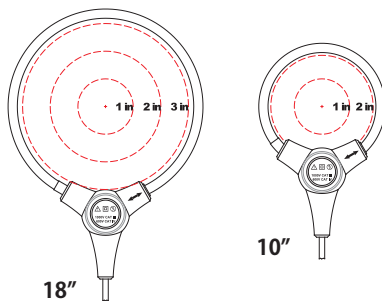

Figura 3 - Centralização do condutor
- **Posição de Sensibilidade:** Observar figura 3.